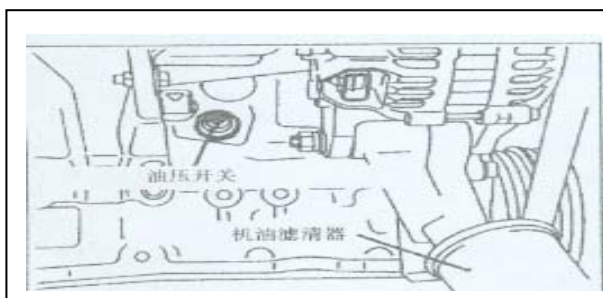

图 6-4
- (1) 确认机油量。
- (2) 使用专用工具，卸下油压开关(见图 6-4)，如有必要，卸下油压开关的端子。